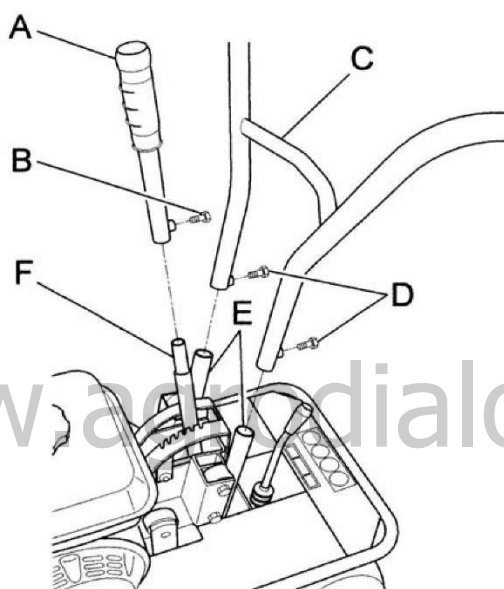

Рисунок 3
1. Поднимите рычаг (Рис. 3 поз. С) и вставьте его в опоры, показанные на Рис. 3. поз. Е. Выберите необходимую высоту резки и обеспечьте установки, используя предоставленные винты (рис. 3 поз. D).
2. Установите конечную часть рычага регулирования высоты резки (рис. 3 поз. А) в соответствующую опору (рис. 3 поз. F) и закрепите с помощью предоставленного винта (рис. 3 поз. B).
Во время работы газон и торфа режутся по полосам. Если колеса дернореza скользят во время использования, необходимо настроить высоту резки с помощью специального рычага (рис. 3, поз. А). Если это не помогло, проверьте состояние дерна. Если он слишком сухой, его следует смочить так, чтобы появилось небольшое сопротивление при резке, что облегчит резку.